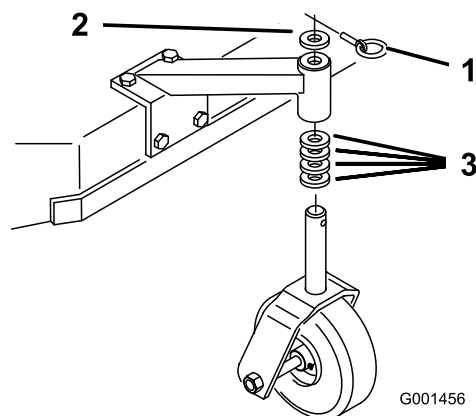

Figura 18
1. Usando la Tabla de alturas de corte, ajuste los espaciadores de las ruedas giratorias según el taladro de eje seleccionado (Figura 18).
2. Retire el pasador, retire la rueda giratoria del soporte y cambie los espaciadores (Figura 18).
3. Instale la rueda giratoria en el soporte e introduzca el pasador (Figura 18).